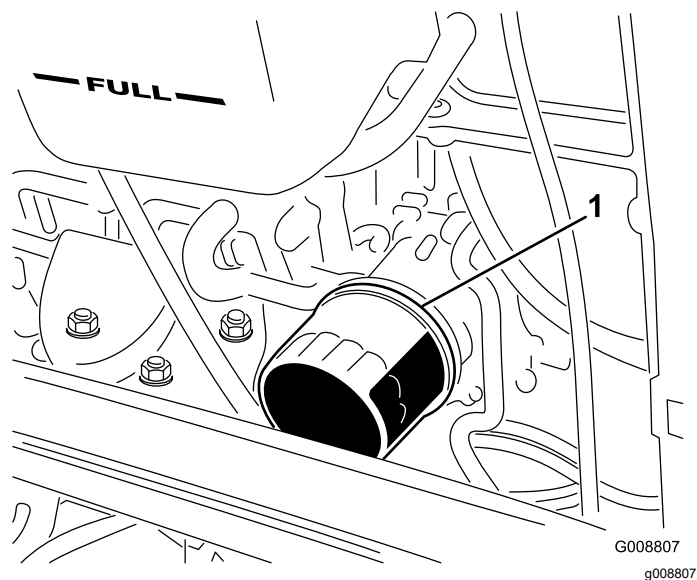

Figure 75
4. Déposez le filtre à huile (Figure 75).